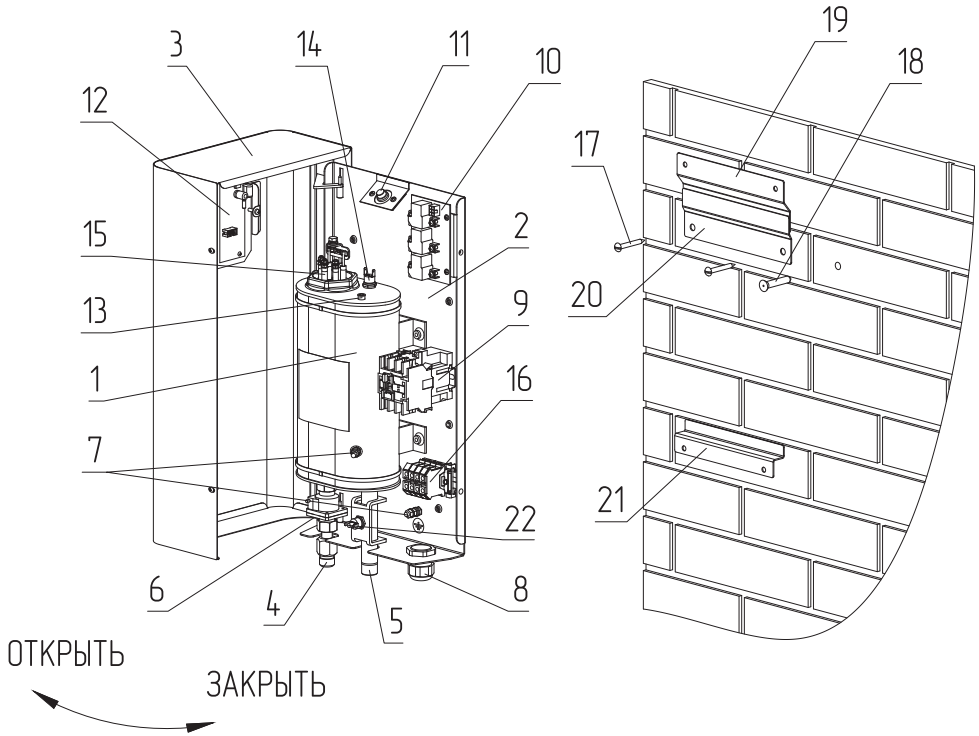
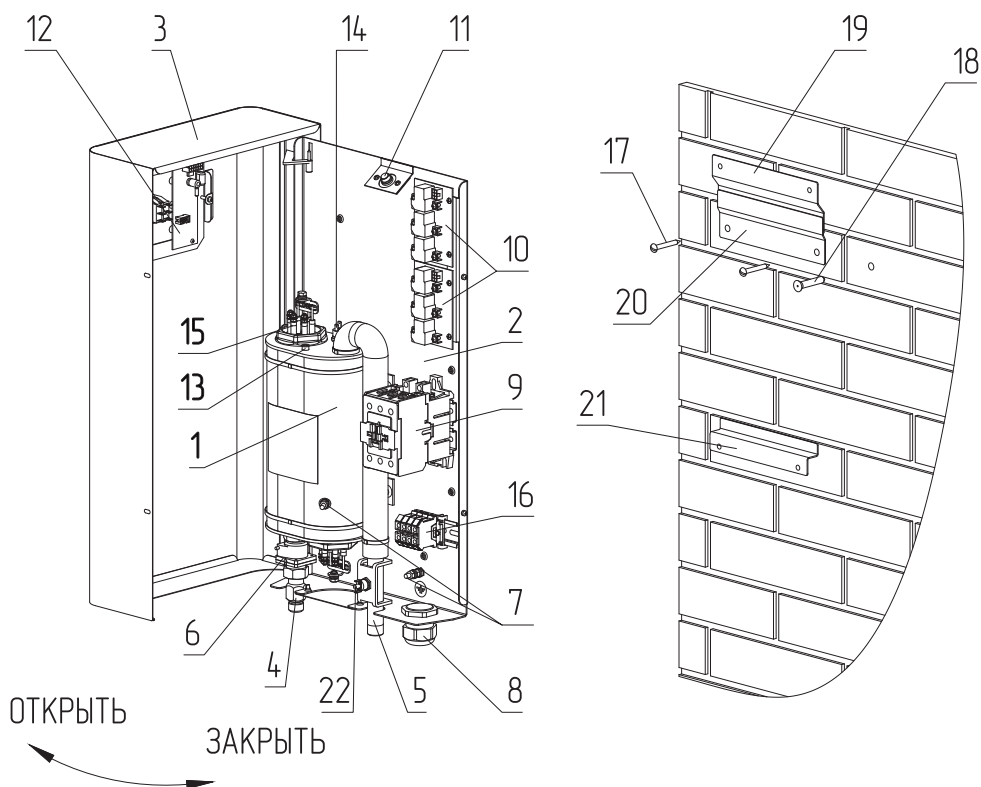
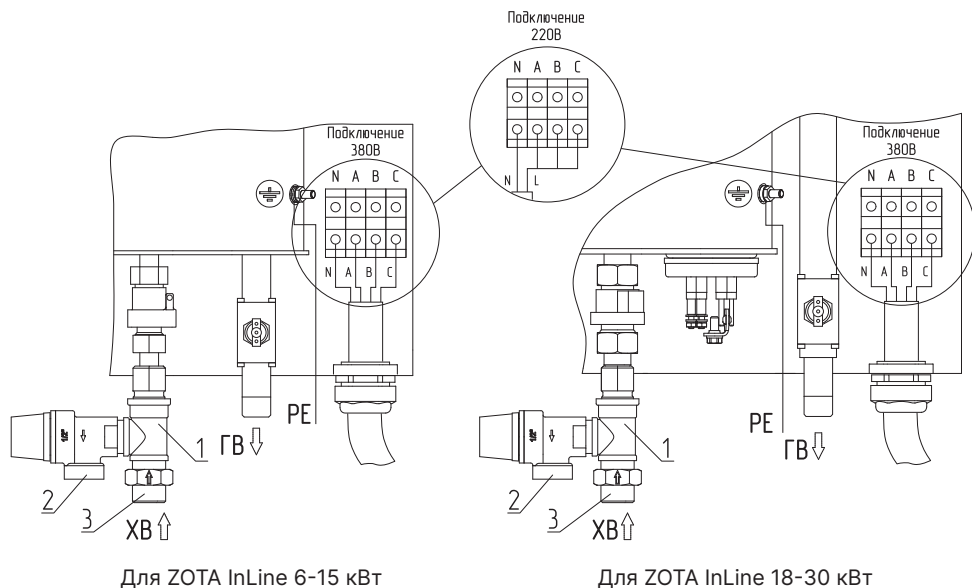

Рис.1 Устройство электроводонагревателя ZOTA InLine 6-15 кВт
Рис.2 Устройство электроводонагревателя ZOTA InLine 18-30 кВт
Рис.3 Схема подключения электроводонагревателя ZOTA InLine
Водонагреватель устанавливается в вертикальном положении, как показано на **Рис.1, Рис.2**. Водонагреватель также можно установить в горизонтальном положении.
- открутить винты крепления блока управления (**Рис.1, Рис.2, поз.12**);
- закрепите кронштейны (**Рис.1, Рис.2, поз.19, поз.21**) на основании водонагревателя с помощью винтов М6х10 с шайбами, как показано на **Рис.1, Рис.2**. При установке электроводонагревателя в горизонтальном положении кронштейны установить на основание с поворотом на 90°;
- закрепите кронштейн настенный (**Рис.1, Рис.2, поз.20**) на вертикальной поверхности в необходимом месте с помощью шурупов с пластиковыми дюбелями;
- установите на него водонагреватель, как показано на **Рис.1, Рис.2**;
- откройте кожух (**Рис.1, Рис.2, поз.3**), как показано на **Рис.1, Рис.2**, предварительно выкрутив два винта крепления кожуха;
- установите комбинированный предохранительный клапан из комплекта поставки на парубок входа воды (**Рис.1, Рис.2, поз.4**), как показано на **Рис.3**;
- присоединить рабочий нулевой провод на клемму нейтраль (N) электроводонагревателя;
- защитный нулевой провод (РЕ) подключить на болт «ЗАЗЕМЛЕНИЕ» (**Рис.3**).
По окончании монтажа и подключения к электрической сети закройте кожух (**Рис.1, Рис.2, поз.3**), как показано на **Рис.1, Рис.2** и закрутите винты крепления.
- переключите выключатель напряжения (**Рис.3, поз.1**) в положение ВКЛ, при этом он светится красным цветом;
- установите переключатель ступеней мощности (**Рис.3, поз.2**) в положение I;
При достижении скорости потока воды 2,5 л/мин датчик потока воды (**Рис.1, Рис.2, поз.6**) подает сигнал блоку управления (**Рис.1, Рис.2, поз.12**), который в свою очередь через блок силовой (**Рис.1, Рис.2, поз.10**) включает нагрев двух ТЭН. Начинает мигать индикатор температуры воды (**Рис.3, поз.4**). По умолчанию при первом запуске установлена температура 30°C.
- установите необходимую температуру при помощи кнопки (**Рис.3, поз.3**). При этом загорается соответствующий индикатор (**Рис.3, поз.4**).
- При недостаточном нагреве воды при большом разборе необходимо переключатель ступеней мощности (**Рис.3, поз.2**) переключить в положение II или отрегулировать расход воды.
При нагреве воды выше 85°C срабатывает аварийная защита по температуре, отключается нагрев и гаснут индикаторы температуры воды, в этом случае необходимо отключить электроводонагреватель от питающей сети, открыть духовку (**Рис.1, Рис.2, поз.3**) и нажать кнопку датчика перегрева (**Рис.1, Рис.2, поз.22**).
- отсоедините два разъема от блока управления (**Рис.1, Рис.2, поз.12**), установленного на передней стенке кожуха (**Рис.1, Рис.2, поз.3**);